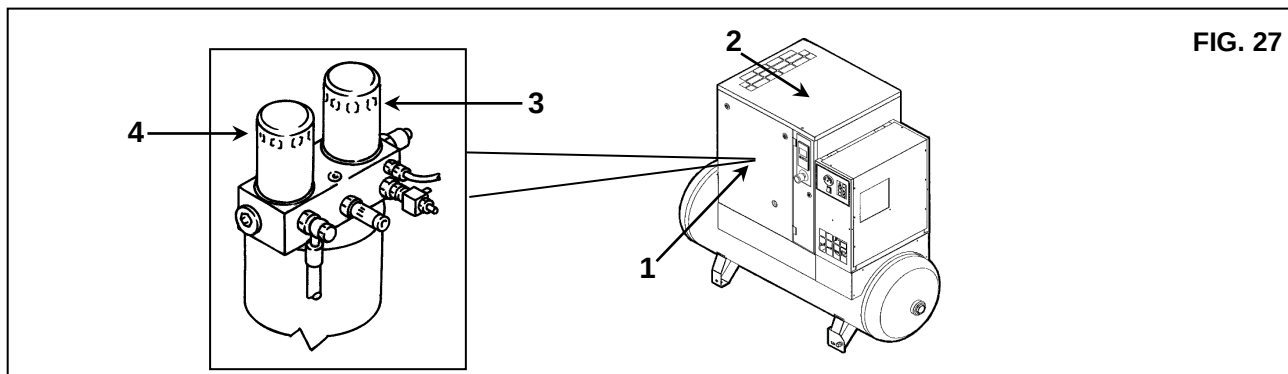

FIG. 27
23.0 ERSÄTT OLJEAVSKILJNINGSFILTRET (FIG. 27)
- Öppna frontpanelen Ref. 1 Fig. 27 med den särskilda nyckeln.
- Ta bort den fasta skyddsanordningen (maskinkåpa) Ref. 2 Fig. 27.
- Ta bort oljesavskiljningsfiltret Ref. 3 och oljefiltret Ref. 4 Fig. 27.
- Stäng det fasta skyddet (maskinkåpa) Ref. 2 Fig. 27 igen, med särskilda säkerhetsskruvar.
- Stäng panelen Ref. 1 Fig. 27.